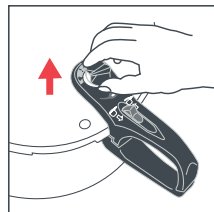

Fig.15
2. Puxe a válvula para cima com cuidado (Fig. 15).